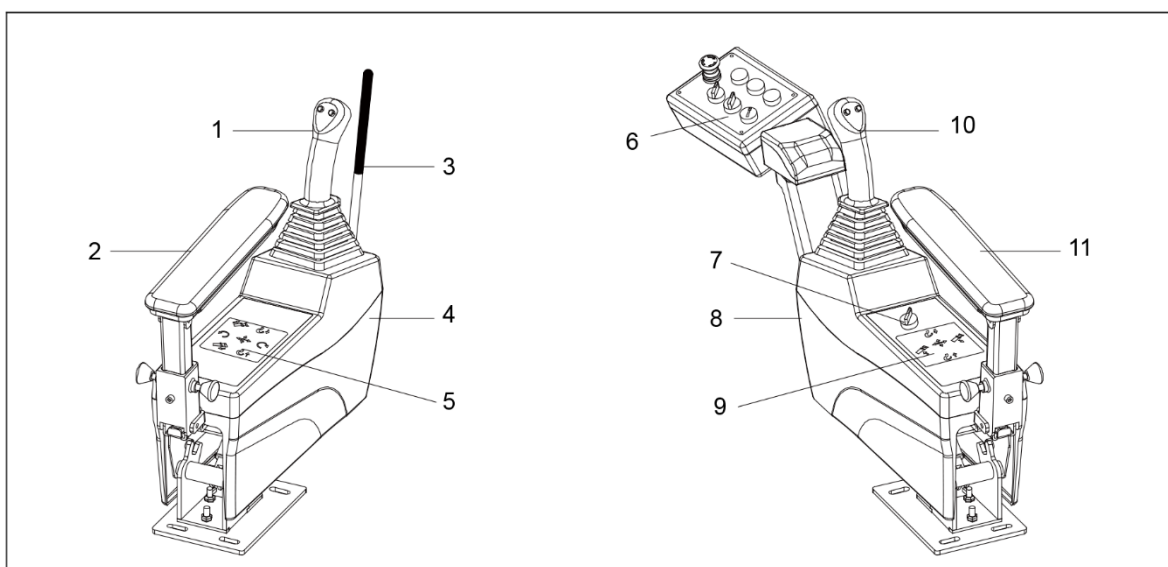

Figura 4-4 Caixas de controle
Para detalhes, favor consultar a Figura 4-4.
- Levantar/abaixar lança. Consulte a figura 4-4.